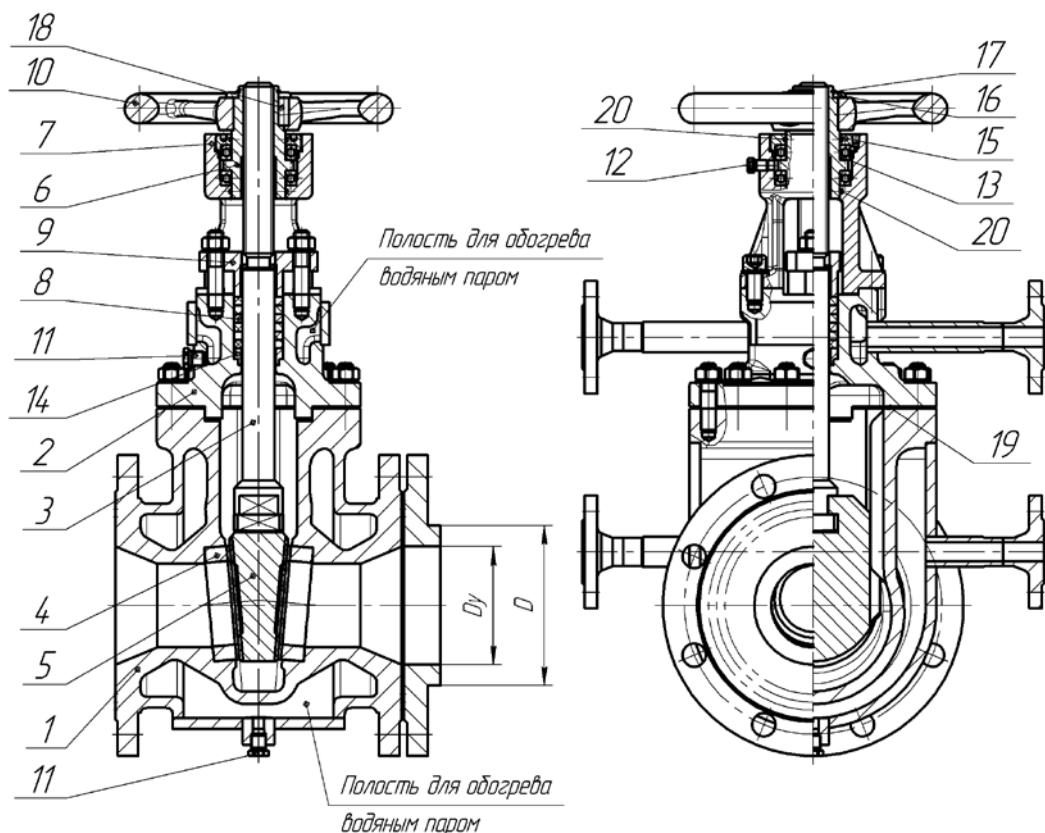

Рис. 28. Задвижка с обогревом
Проточная часть задвижки (рис.28) состоит из корпуса (1) с седлами, крышки (2), запорного органа (клина 5), шпинделя (3) с трапециoidalной резьбой и сальникового уплотнения, состоящего из крышки сальника (9), колец уплотнительных (8) и кольца поднабивочного (14).